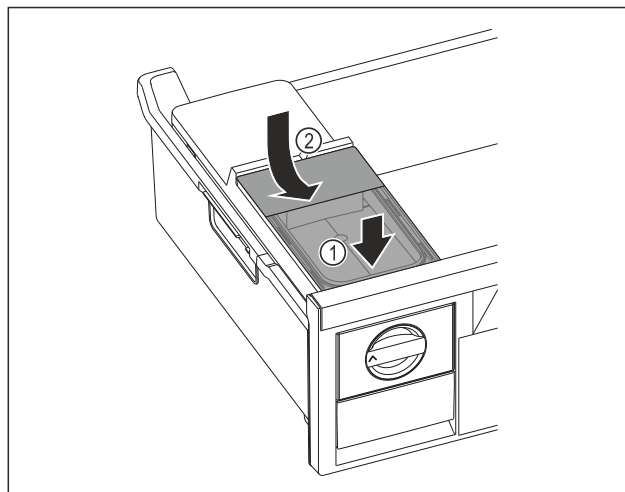

Fig. 126
- Помістити бак для води спереду. Fig. 126 (1)
- Опустити бак для води ззаду. Fig. 126 (2)